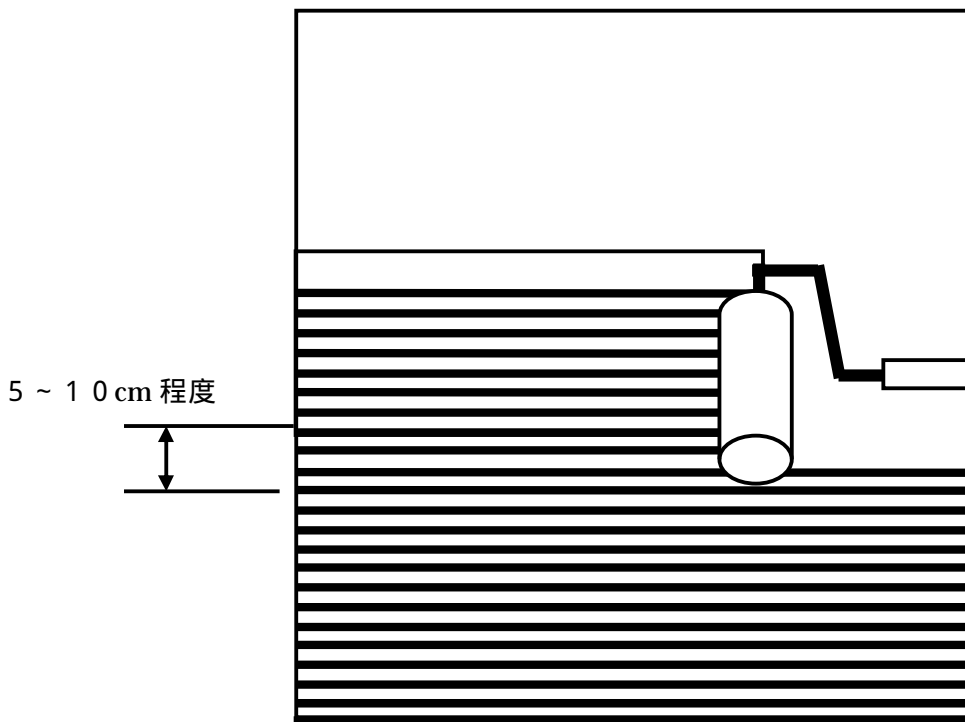

図3
・ 配り塗りしたジョリパット不燃が乾燥しないうちに、J R - 1 8 2 を横方向に転がしパターン付けを行う ( 図 3 ) 。
- ・ 隣のパターンと5～10cm程度、交差するようにローラーを転がす。(図3)